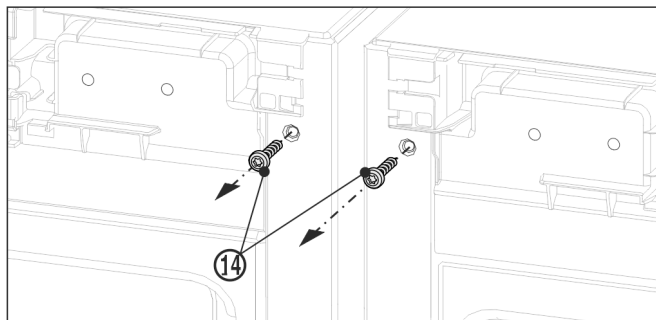

Fig. 12
- 安装上方角前，先旋出两个地脚螺栓 Fig. 12 (14)。